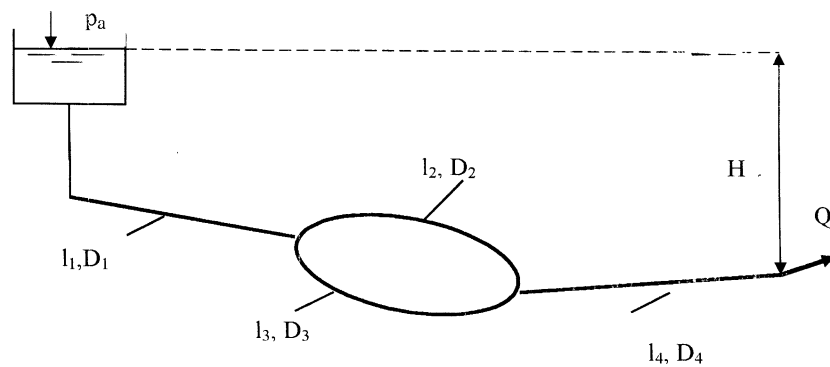

Рис. 13
2.1. Для длинного трубопровода (рис. 13) при истечении в атмосферу заданы: $l_1, D_1; l_2, D_2; l_3, D_3; l_4, D_4; Q$; причем $D_1=D_2=D_3>D_4; l_2=l_3$. Написать расчетную формулу для определения напора H , построить пьезометрическую линию.